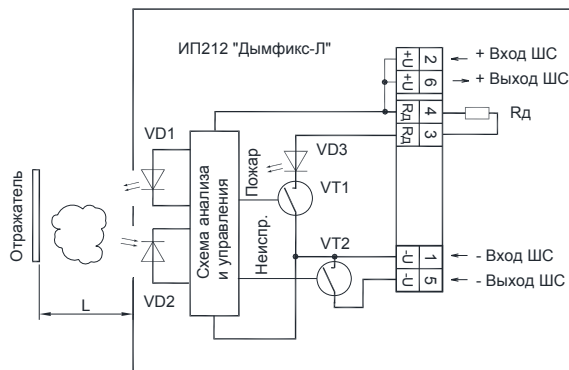

Рис. 4.1.
4.4 Схема выходного каскада извещателя приведена на рис. 4.1.